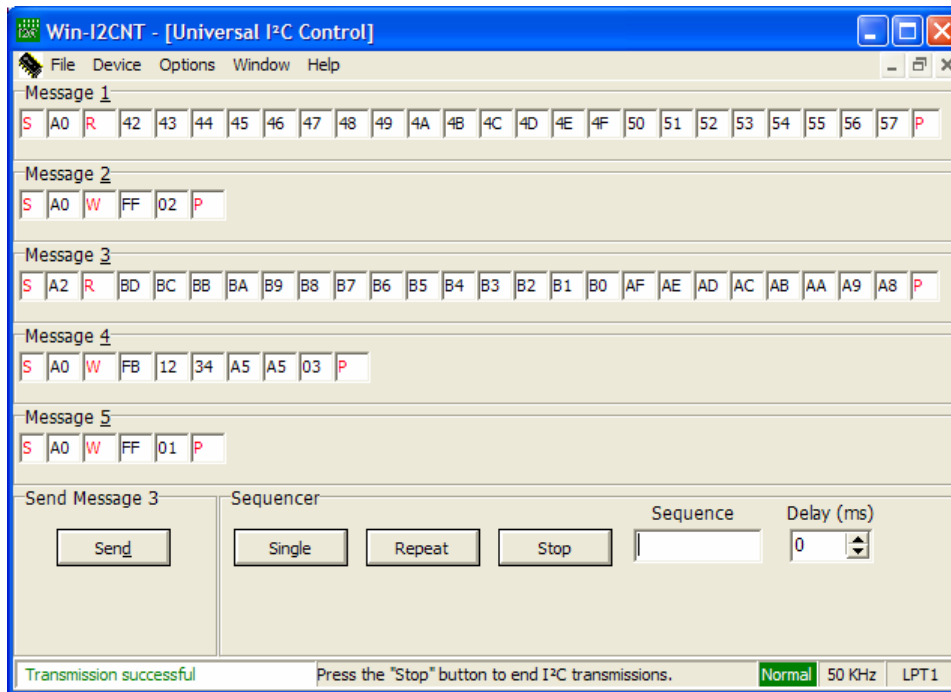

图 3. 进入下载模式
2. 若要保护第 0 页，通过 I²C 发送命令 S A0 W FF 02 P（参见图 3 中的消息 2）。
1. 若要取消保护页面，通过 I²C 发送命令 S A0 W FB 12 34 A5 A5 03（参见图 3 中的消息 4）。
3. 若要擦除第 0 页，通过 I²C 发送命令 S A0 W FF 01 P（参见图 3 中的消息 5）。